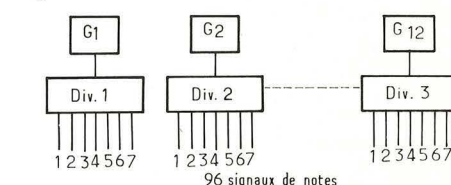

Figure 2
(2) Emploi de diviseurs de fréquence. Dans ce cas, il ne sera plus nécessaire que 12 oscillateurs à accords indépendants, chacun suivi d'un diviseur de fréquence comme le montre la **figure 2**.